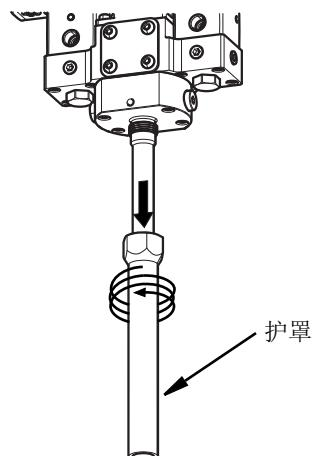

图 20
4. 从 Voltex 动态混合阀上卸下护罩。参见图 20。